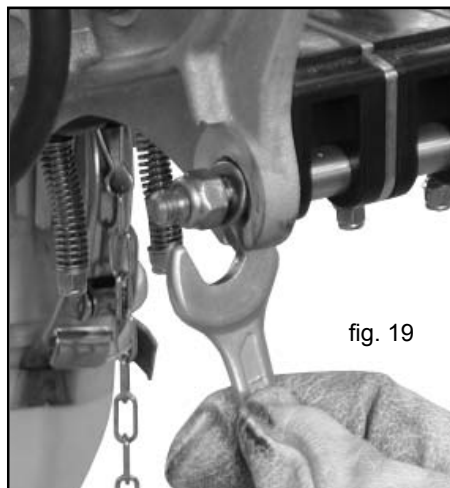

fig. 19
- 2) Das die innenliegenden Scheiben aus ihrem Sitz nach aussen gedruickt werden koennen (Abb. 19) und die Achsen freigeben.